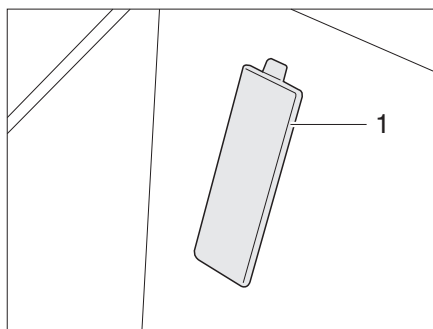

Fig. 403 Tapa del número de chasis (vehículo básico Fiat)
- ▷ En los vehículos con base de Fiat, el número de chasis se encuentra debajo de una tapa (Fig. 403,1) en la entrada del lado del acompañante.